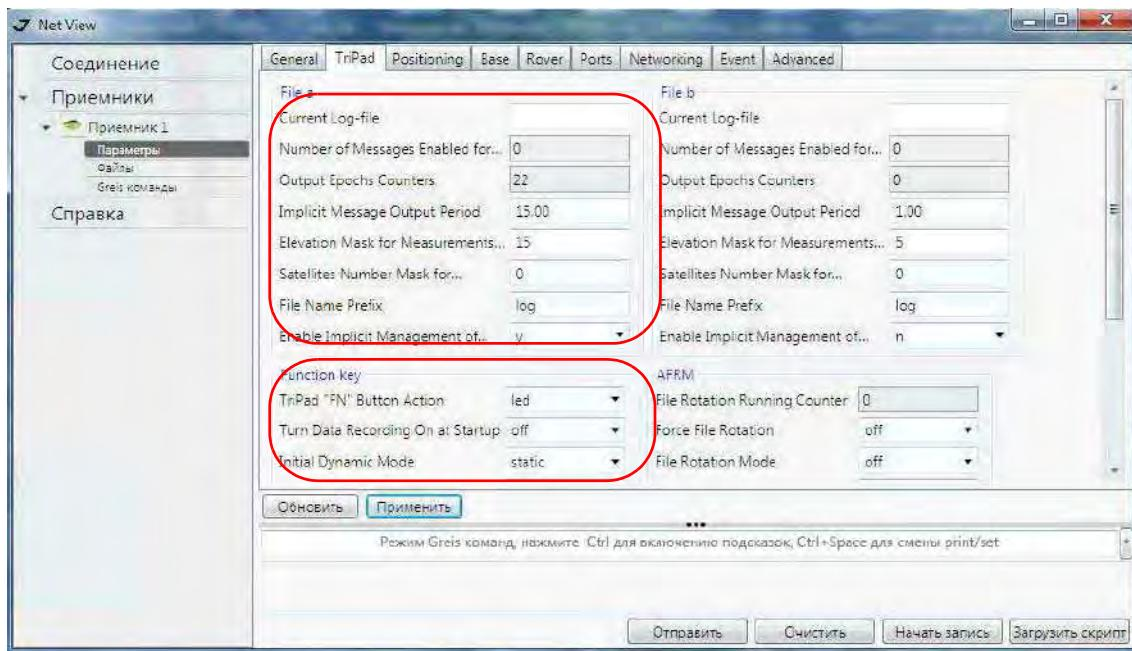

Рисунок 28. Настройки в закладке TriPad
- Перейдите в закладку *TriPad* и настройте следующие параметры (Таблица 18), а затем нажмите *Применить* (Рис. 28 на стр. 47).